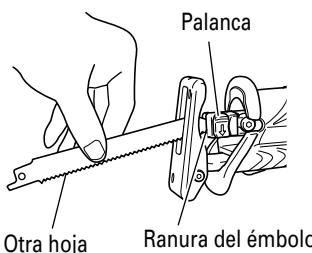

Fig. 8
- (1) Si una parte de la hoja de sierra rota sobresale de la pequeña hendidura del émbolo, extraiga la parte saliente y extraiga la hoja.
- (2) Si la hoja de sierra rota se encuentra oculta dentro de la pequeña hendidura, enganche la hoja rota utilizando la punta de otra hoja de sierra y extrágala. (Fig. 8)